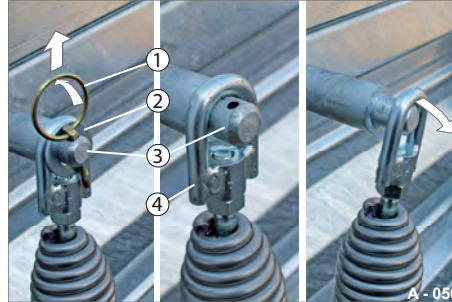

Abb. 31 Bordwand-Hebefeder entsichert
- ▶ Klappen Sie den Ring des Sicherungsstiftes (Abb. 31/1) nach oben und ziehen Sie diesen aus dem Bolzen (Abb. 31/3) heraus.
- ▶ Entfernen Sie die Scheibe (Abb. 31/2).